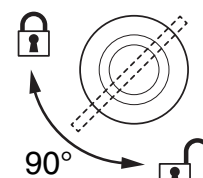

Figure 13:
- Voir Figure 13. Tournez les leviers des inserts à quart de tour de 90° dans le sens horaire pour verrouiller.